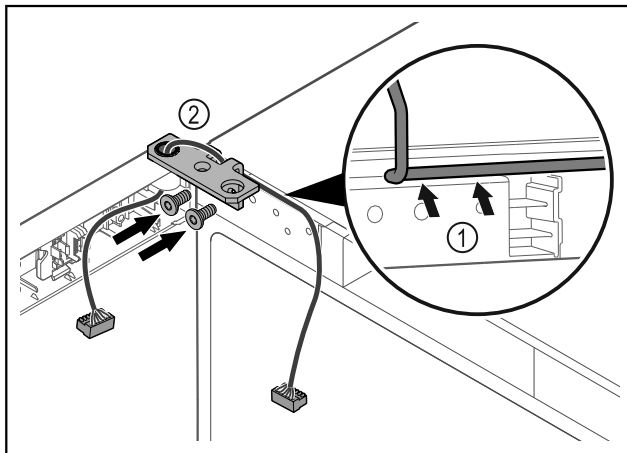

Fig. 43
- ▶ Läg kabeln genom gångjärnsfästets urtag och dra den försiktigt Fig. 43 (1).
- ▶ Skruva fast gångjärnsfästet Fig. 43 (2).